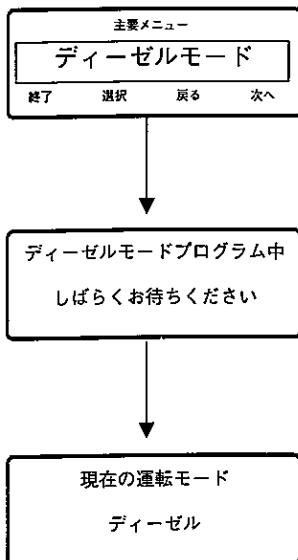

図55 : ディーゼル・モードのプログラミング
3. スタンバイ/ディーゼルモード・スクリーンが現われるまで、次へソフト・キーを押してください。図55および図56を参照してください。